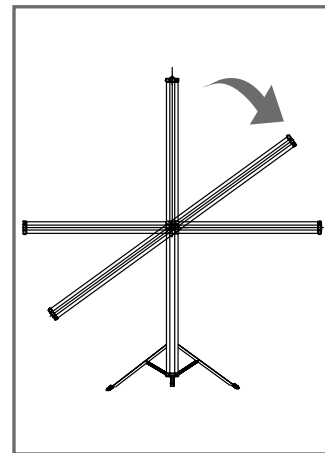

Рис. 3
- приведите в горизонтальное положение, как это показано на рис. 3;